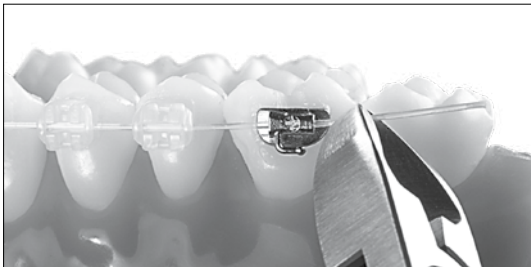

Abb. 3: Bogen leicht überstehend abschneiden.
- Schneiden Sie das Bogenende nach der Platzierung im bukkalen Molarenröhrchen etwas überstehend ab. Verwenden Sie zum Schneiden einen Ligatureschneider (z.B. REF 014-151-00), keinen Distal-Schneider (Abb. 3).